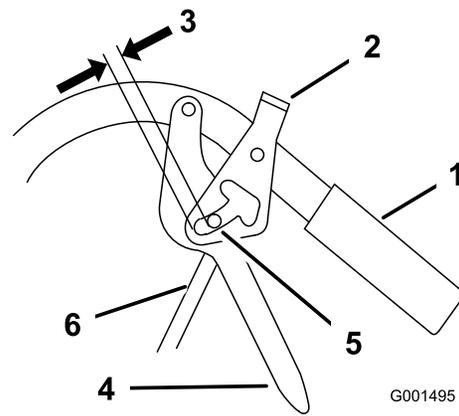

Figura 51
2. Ajuste la longitud de la varilla de control enroscando la varilla en el acoplamiento o desenroscándola, hasta que quede una holgura de 5 mm a 6 mm (3/16" a 1/4") entre la varilla de control y la parte inferior del mecanismo de bloqueo de punto muerto/freno de estacionamiento (Figura 51).
3. Instale la varilla de control en la palanca de avance y el mecanismo de bloqueo de punto muerto/freno de estacionamiento. Sujete la varilla de control con un pasador de horquilla y un pasador de seguridad (Figura 51).